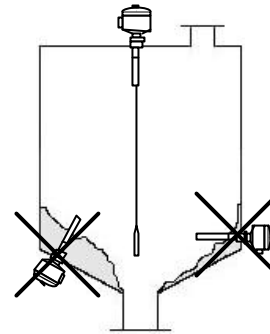

Fig. 1c
- 8) Para o controle de nível baixo, não instale a chave nas posições indicadas na Fig. 1c, uma vez que pode ocorrer o acúmulo de material nestes locais e induzir a uma falsa indicação.